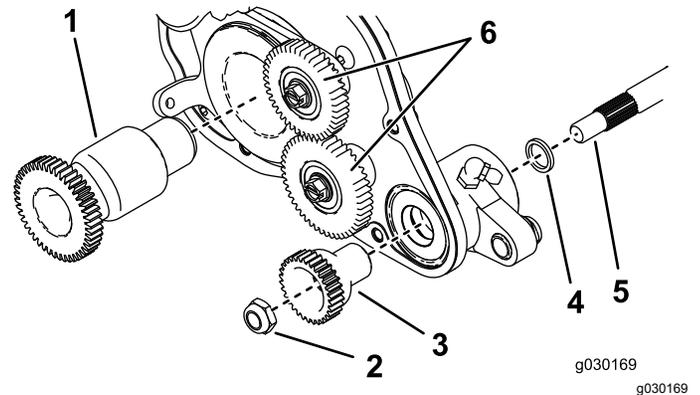

Figure 10
4. Appliquez de la graisse sur le joint du support de roulement de l'entraînement et sur l'extrémité cannelée de l'arbre du groomer (Figure 10).
6. Glissez l'extrémité cannelée de l'arbre du groomer dans le support de roulement de l'entraînement (Figure 10).
8. Fixez le pignon mené à l'arbre du groomer avec le contre-écrou (Figure 10).
13. Fixez le pignon menant du groomer à l'arbre du cylindre sur le côté droit du cylindre (Figure 10), et serrez-le à 170 N·m.
14. Montez et fixez les pignons de renvoi (Figure 10) et serrez-les vis à 13,5 N·m.